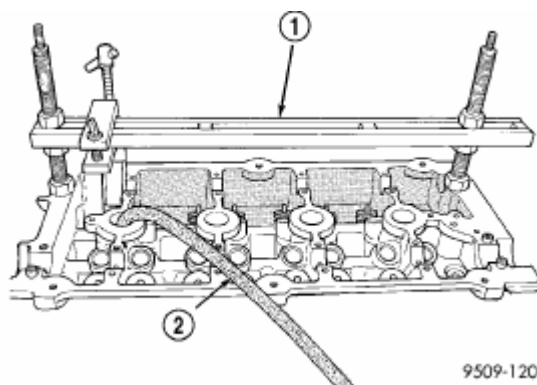
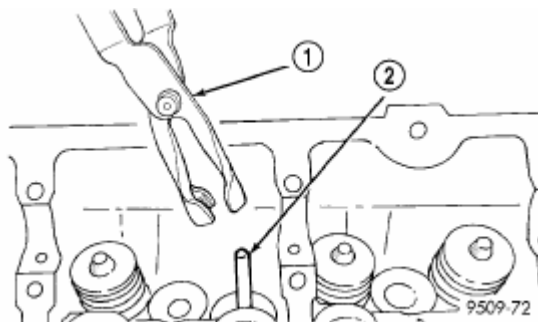

Рис. 26. Снятие/установка клапанных пружин.
Рис. 28. Приспособление для установки уплотнений стержня клапана.
- (1) Снять распределительные валы.
- (2) Провернуть коленвал так, чтобы поршень оказался в ВМТ такта сжатия.
- (3) При помощи воздушного шланга с адаптером, вставленным в свечное гнездо, подать воздух под давлением 621-828 КПа (90-120 psi).
- (4) При помощи приспособления MD-998772-A с адаптером 6779 (Рис. 26) сжать клапанные пружины и снять сухари клапана.
- (5) Снять тарелку(и) и клапанную пружину(ы).
(6) Снять маслотражательные колпачки при помощи приспособления (Рис. 28).
- (1) Смазать стержни клапанов чистым моторным маслом и вставить в головку блока.
- (2) Установить новые уплотнения стержней на все клапаны при помощи приспособления для установки уплотнений (Рис. 28). Уплотнения необходимо плотно и ровно напрессовать на клапанную втулку.